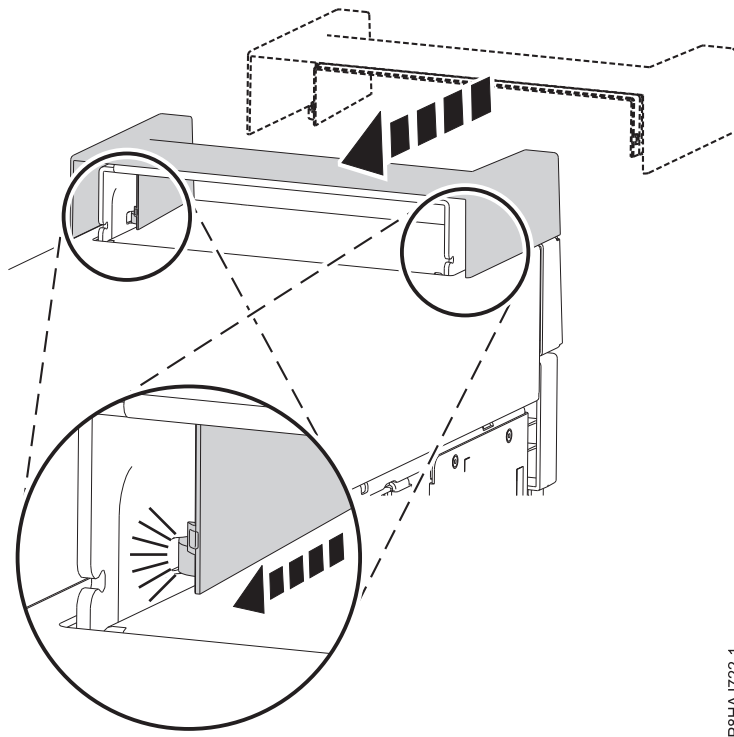

Abbildung 66. Griffabdeckung bei einem eigenständigen System vom Typ 8286-41A befestigen
1. Befestigen Sie die Griffabdeckung an der internen RDX-Andockstation (FC EUA3), indem Sie sie in Richtung der Rückseite des Systems schieben. Siehe Abb. 66.